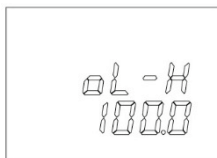

Рисунок 15
- 8.8.2. Нажать кнопку «РЕЖИМ», на дисплее отобразится выбранный параметр (в данном случае, режим автонастройки At). Вращая ручку энкодера по часовой стрелке выбрать параметр oL-H (Рисунок 15). Нажать на ручку энкодера, при этом замигает установленное значение (100). Вращая ручку энкодера установить необходимое значение и снова нажать на ручку энкодера, затем снова нажать кнопку «РЕЖИМ». Контроллер вернётся в исходный режим.